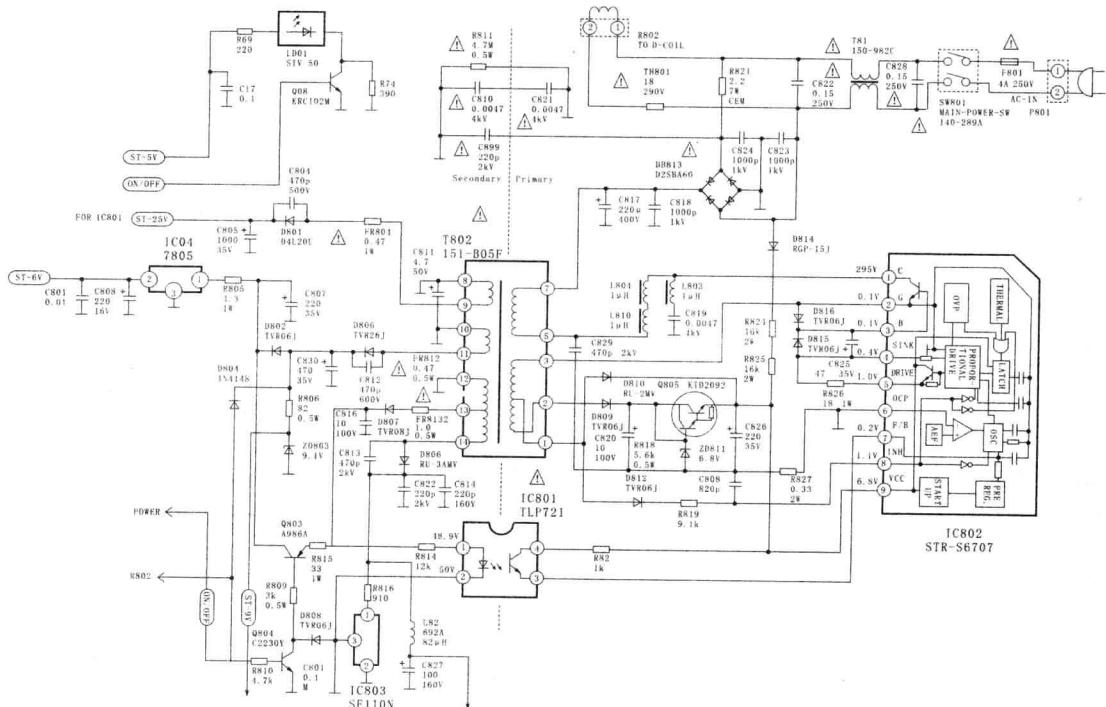

图 1-1 LG CF21D70B 型彩电开关电源电路
工作原理 (图 1-1) 开机后, 交流 220V 电压经线路滤波、桥式整流堆 DB813 整流, 后经电容 C817 滤波获得 300V 直流电压。该电压经开关变压器 T802 的⑦—⑤初级绕组加到集成电路 IC802(STR-S6707)的①脚, 为开关管的集电极提供直流工作电压。交流 220V 电压的一端经 D814 整流, R824、R825 降压, 为 IC802 的⑨脚提供启动电压, 并为 IC802 的内部电路供电。开关电源振荡后, 开关变压器 T802 的②脚输出脉冲经 D809 整流、Q805 稳压, 输出直流电压叠加到 IC802 的⑨脚作为正反馈电压, 维持开关电路的振荡状态。